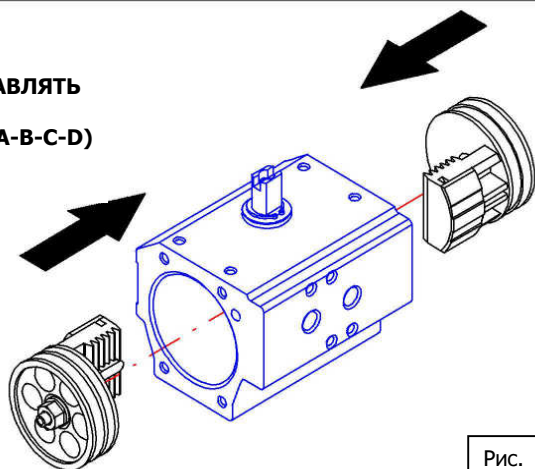

Рис. 31
**11** - Вставить поршни в корпус привода в соответствии с желаемым вариантом монтажа, см. Рис. 31 и ТАБЛИЦЫ А-В-С-Д.